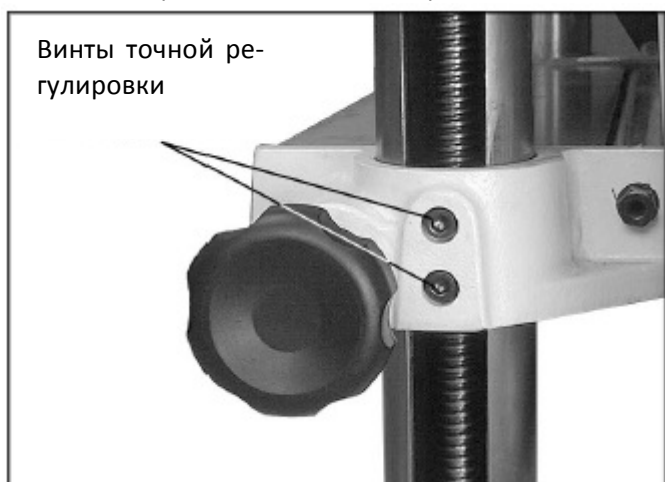

Рис. 19
2. Найти в литом столе два винта с шестигранным шлицем для каждой из колонн (рис. 19). Ослабить обе группы винтов на каждой колонне с той стороны, которую необходимо регулировать.